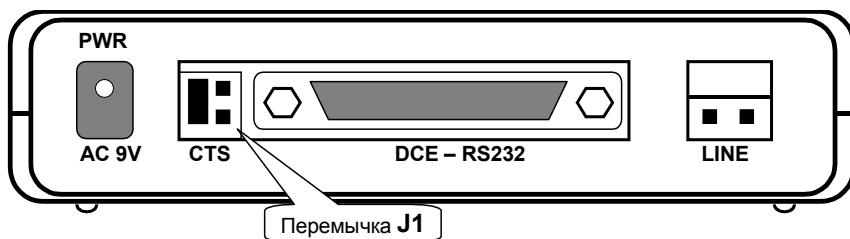

Рис. 5. Задняя стенка модема
На задней панели модема расположены разъёмы для подключения кабеля RS-232, физической линии и питания, см.Рис. 5.
3. Подключить и закрепить фиксирующими винтами разъём интерфейсного кабеля к 25 контактному разъёму RS-232, расположенному на задней стенке модема, см.Рис. 5 на стр.15.